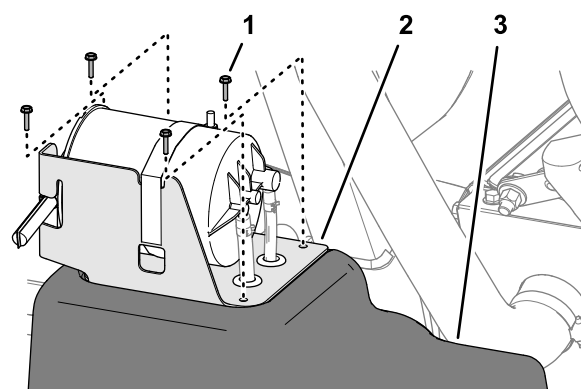

Figure 124
6. Fixez le support sur le réservoir (Figure 124) à l'aide des 4 vis (n° 10 x 3/4").